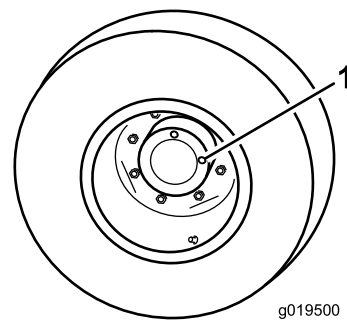

Figure 66
2. Tournez la roue de sorte qu'un bouchon de contrôle (Figure 66) soit à la position 12 heures et l'autre à la position 3 heures.
1. Bouchon de contrôle/vidange (2)
3. Retirez le bouchon qui est à la position 3 heures (Figure 66).